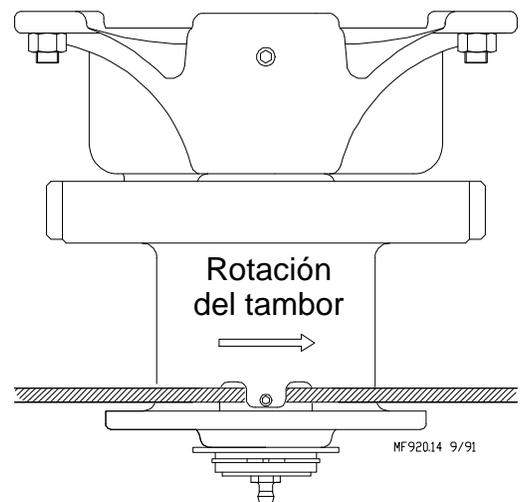

Figura 10. (Vista del final)
4. Pasar el cable por el resalto ubicado en la parte inferior del tambor del malacate. Apretar el tornillo con punta plana para fijar el cable al tambor. Ver la **Figura 10**.